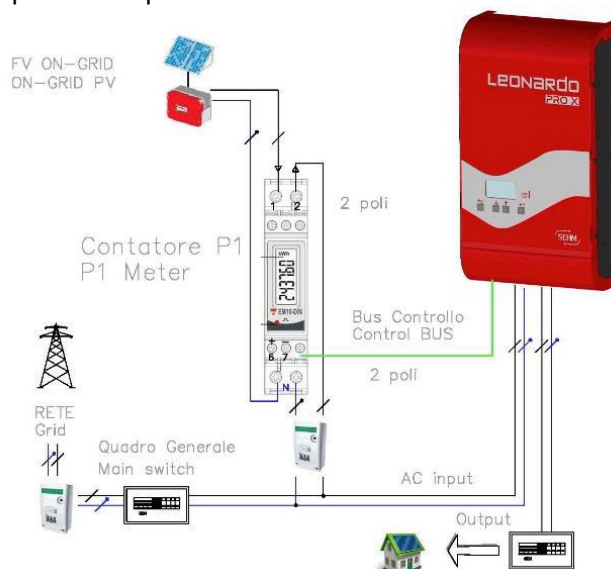

Fig.14 - Schema installazione Contatore P1
Il contatore di controllo P1 può essere installato all'interno di quadri esistenti con montaggio modulare singolo posto 1U, secondo lo schema in Fig.14. Il contatore deve essere collegato al Leonardo PRO X, nel pannello inferiore, all'ingresso Meter ⑦ rispettando la polarità indicata. La connessione è indicata in Fig. 15.